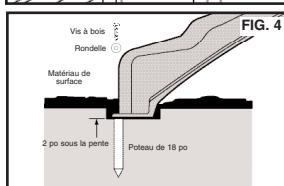

FIG. 4
**REMARQUE :** le bas de la glisseuse devrait reposer à 2 po (5,08 cm) sous la pente du terrain (voir la **fig. 4**). Couper le bois pour créer un piquet de 2 x 4 x 18 po (5,08 x 10,16 x 45,72 cm). Enfoncer le piquet de 2 x 4 x 18 po (5,08 x 10,16 x 45,72 cm) au bas de la glisseuse et au centre. Le dessus du piquet devrait s'aligner sous la pente de 2 po (5,08 cm) (voir la **fig. 4**).